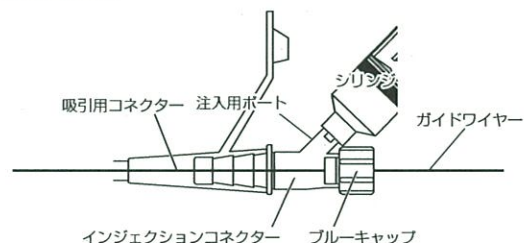
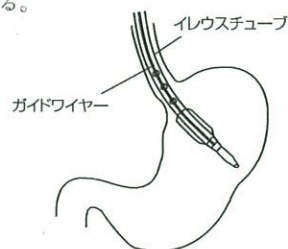

図1
図2
- 吸引用コネクターにインジェクションコネクターを押し込んで接続する (図1)。
- ブルーキャップを締めて、注入用ポートからホワイトキャップを取り外し、注入用ポートにシリンジを取りつける (図1)。滅菌蒸留水をチューブ先端から流出するまで十分に30mL以上注入する。
- 経鼻的に本品を挿入する。X線透視下で確認しながら本品が胃まで到達 (図2) したら、インジェクションコネクターの注入用ポートにシリンジを接続し (図1)、必要に応じ胃内容物を吸引する。